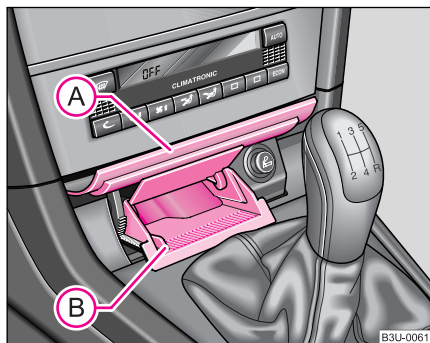

Fig. 81 Consola centrală: Scrumieră deschisă
- Apăsați pe partea inferioară a capacului scrumierei - vezi poziția (A) ♥ fig. 81.
- Prindeți scrumiera (B) ♥ fig. 81 lateral și trageți.